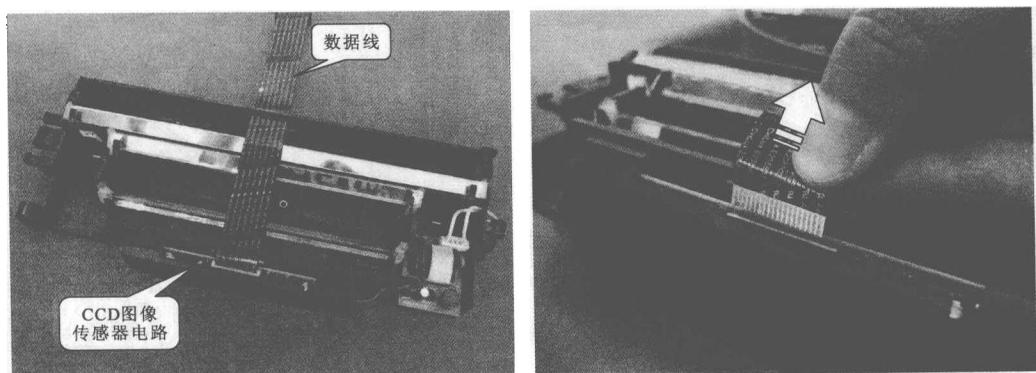

图 1-17 取下 CCD 图像传感器电路上的数据线
(15) 扫描系统上的 CCD 图像传感器通过数据线连接微处理器控制电路（其中包含扫描信号处理电路），将数据线从 CCD 图像传感器电路上取下，如图 1-17 所示。